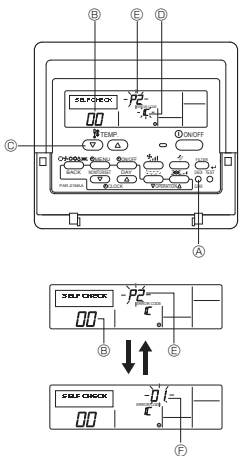

Fig. 7-3
7.3.1. สำหรับรีโมทคอนโทรลแบบมีสาย (Fig. 7-3)
- ① เปิดสวิตช์
- ② กดปุ่ม [CHECK] สองครั้ง
- ③ ใช้ปุ่ม [TEMP] ตั้งค่าสารทำความเย็นหากใช้การควบคุมระบบ
- ④ กดปุ่ม [ON/OFF] เพื่อปิดการตรวจสอบตัวเอง